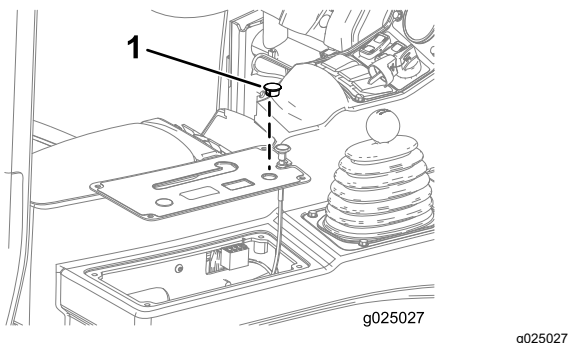

Figura 15
4. Retire el tapón redondo delantero de la tapa del panel de control (Figura 15).